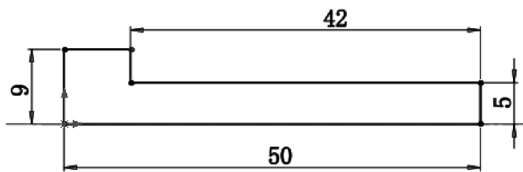

图 12-7 绘制草图
**02** 绘制草图。在左侧的“FeatureManager 设计树”中用鼠标选择“前视基准面”作为绘制图形的基准面。单击“草图”控制面板中的“中心线”按钮, 绘制一条通过原点的水平中心线; 单击“草图”控制面板中的“直线”按钮, 绘制草图轮廓, 标注并修改尺寸, 结果如图 12-7 所示。